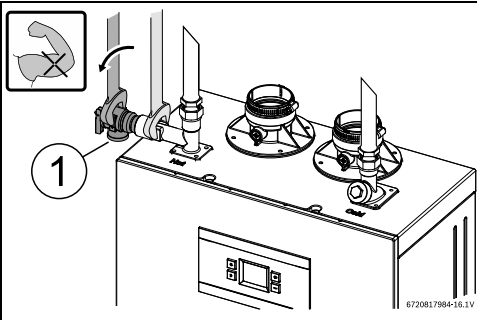

Fig. 27 Raccordements de plomberie et (avec vannes d'arrêt) et soupape différentielle
- Pour installer une soupape différentielle, utiliser le port intégré, voir fig. 27 [1].
- Serrer la soupape différentielle avec le support d'une clé plate, voir fig. 27.
- ▶ Des soupapes d'arrêt doivent être installées sur les conduites d'alimentation en eau froide et de sortie d'eau chaude sanitaire pour faciliter l'entretien du chauffe-eau (voir fig. 27).